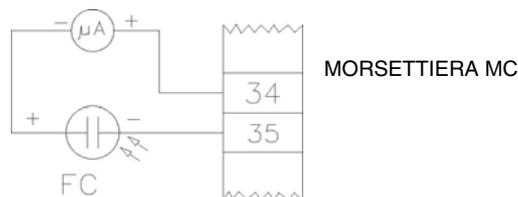

Fig. 35
- Esame e pulizia accurata della fotocellula UV rilevazione fiamma, se necessario sostituzione. In caso di dubbio verificare il circuito di rilevazione dopo aver rimesso in funzione il bruciatore, seguendo lo schema in Fig. 35.